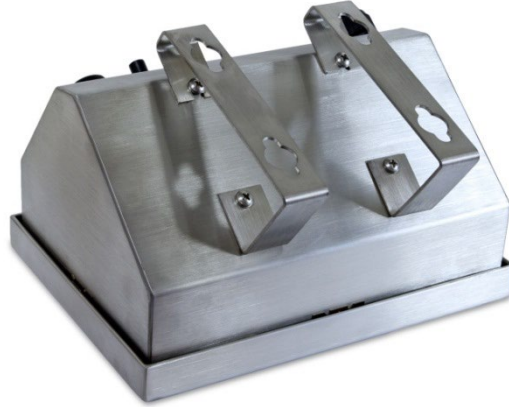

Figura A-13: Fijación de los soportes para montaje en pared
1. Una vez que la caja esté cerrada, use los cuatro tornillos para fijar los soportes en la parte inferior del terminal como se muestra en la Figura A-13.